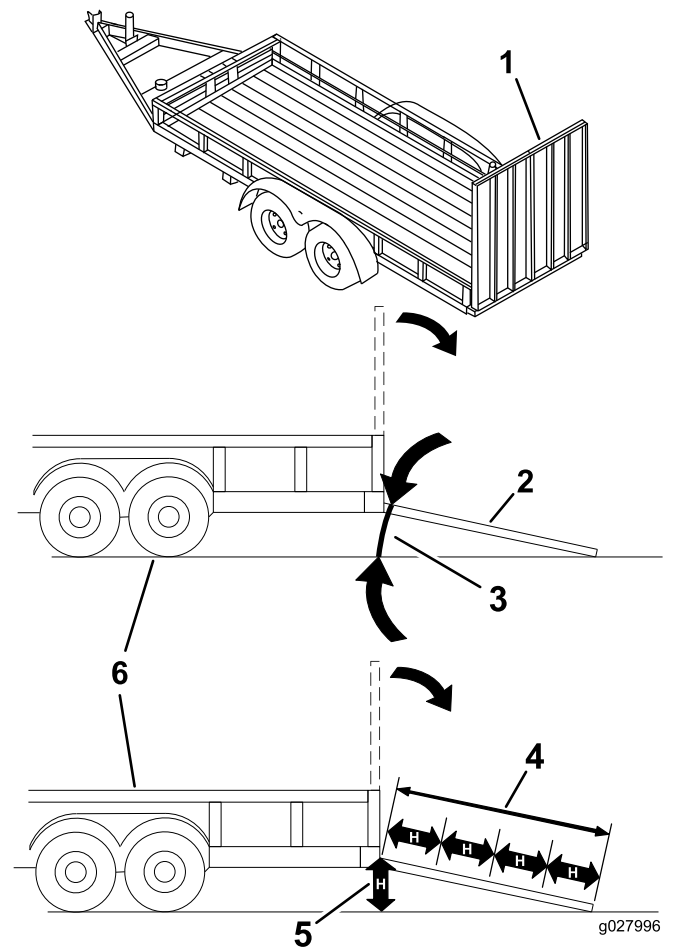

Figure 41
Le chargement de la machine sur une remorque ou un camion augmente le risque de basculement, et donc de blessures graves ou mortelles (**Figure 41**).
3. Abaissez la rampe pour que l'angle avec le sol ne dépasse pas 15 degrés (Figure 41).
1. Abaissez la rampe pour que l'angle avec le sol ne dépasse pas 15 degrés (Figure 41).